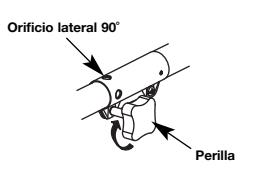

Fig. 15
- Gire la perilla en sentido horario para ajustarla (Fig. 15).
Para recortar bordes mientras usa el accesorio de corte de cabeza de línea con modelos Rapid-Link™, trabe el botón de desconexión en el orificio lateral de 90° (Fig. 15).